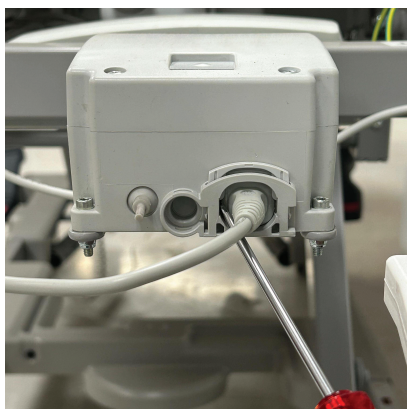

图 9 – 将电源线锁向内推
3. 使用小型一字螺丝刀，将电池电缆锁向内推。拔出电池电缆 (图 9)。